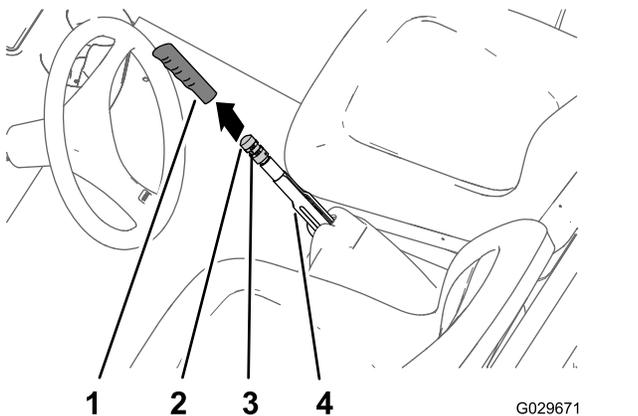

Figura 67
1. Rimuovete l'impugnatura dalla leva del freno di stazionamento (Figura 67).
2. Allentate la vite a pressione che fissa la manopola di regolazione del freno alla leva del freno di stazionamento (Figura 67).
3. Ruotate la manopola di regolazione del freno fino a raggiungere una forza pari a 133–156 N per inserire la leva del freno di stazionamento (Figura 67).
4. Serrate la vite a pressione e montate l'impugnatura (Figura 67).
2. Allentate la vite di fermo (Figura 67) che fissa la manopola di regolazione del freno alla leva del freno di stazionamento, disinserite il freno di stazionamento e allentate la manopola di regolazione del freno.
5. Ruotate la manopola di regolazione del freno (Figura 67) fino a quando non è necessaria una forza pari a 133–156 N per inserire la leva del freno di stazionamento.
- C. Ruotate la manopola di regolazione del freno (Figura 67) fino a quando non è necessaria una forza pari a 133–156 N per inserire la leva del freno di stazionamento.
- Serrate la vite a pressione e montate l'impugnatura (Figura 67).